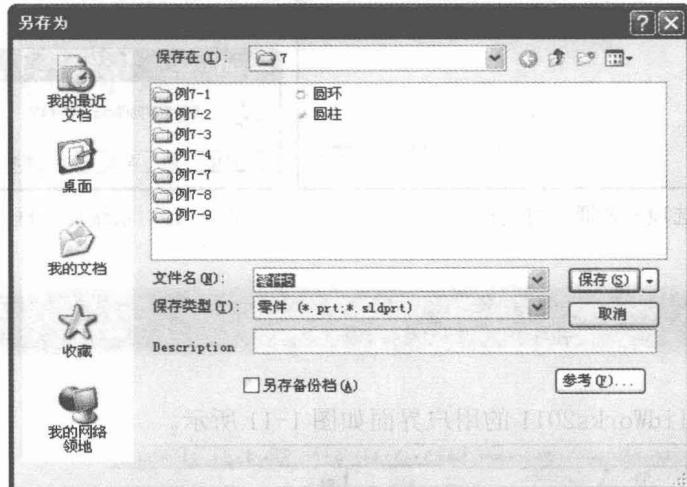

图 1-7 “另存为”对话框
(1) 执行命令。执行“文件”→“保存”菜单命令，或者单击“保存”图标按钮■，执行保存文件命令。
(2) 设置保存类型。此时系统弹出如图 1-7 所示的“另存为”对话框。在对话框中的“保存为”一栏用于选择文件存放的文件夹；“文件名”一栏用于输入要保存的文件名称；“保存类型”一栏用于选择所保存文件的类型。通常情况下，在不同的工作模式下，系统会自动设置文件的保存类型。
在图 1-7 所示的“另存为”对话框中，可以将文件保存的同时保存一份备份文件。保存备份文件，需要预先设置保存的文件目录。设置备份文件保存目录的步骤如下：